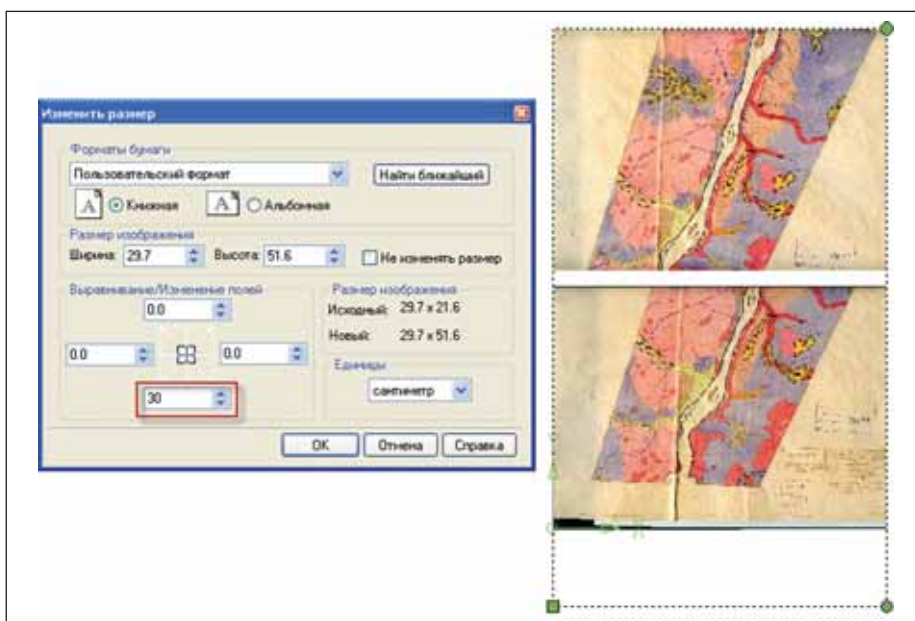

Рис. 14. Увеличение полей для верхнего растра, который будет состыкован с нижним
- с помощью команды *Изменить размер* необходимо увеличить пустые поля для растра, который будет пристыковываться (рис. 14), иначе после применения команды *Калибровка* растр будет обрезан по границе;